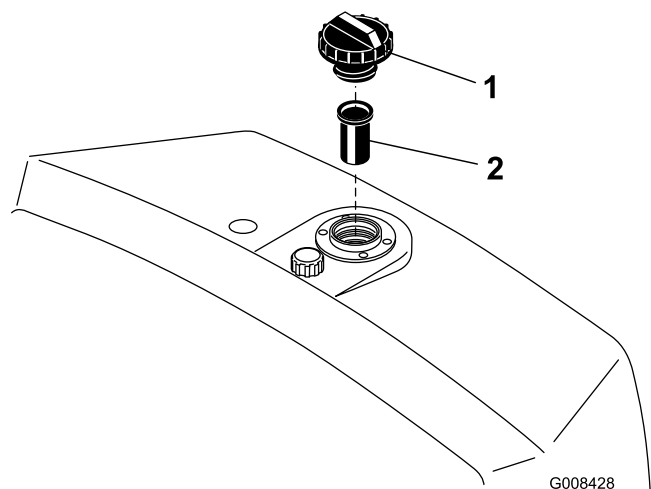

図 33
2. タンクからキャップを外して油量を点検する。補給口の首の根元部分までであれば適正である（図 33）。